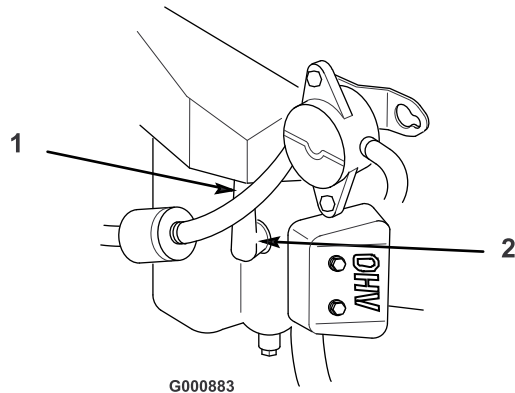

Bild 39
4. Ziehen Sie die Zündkerzenstecker ab (Bild 39). Reinigen Sie den Bereich um die Zündkerzen, um zu verhindern, dass Schmutz in den Motor fällt, was Schäden verursachen kann.
3. Drücken Sie den (die) Stecker auf die Zündkerze(n) (Bild 39).